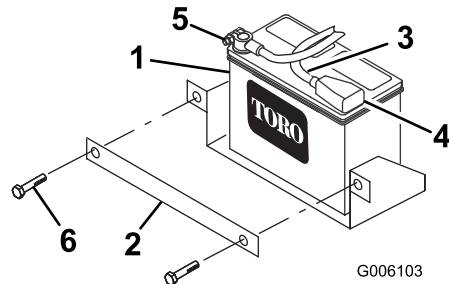

Figura 2
2. Rimuovere i bulloni, i dadi e la fascetta che fissa la batteria (Figura 2).